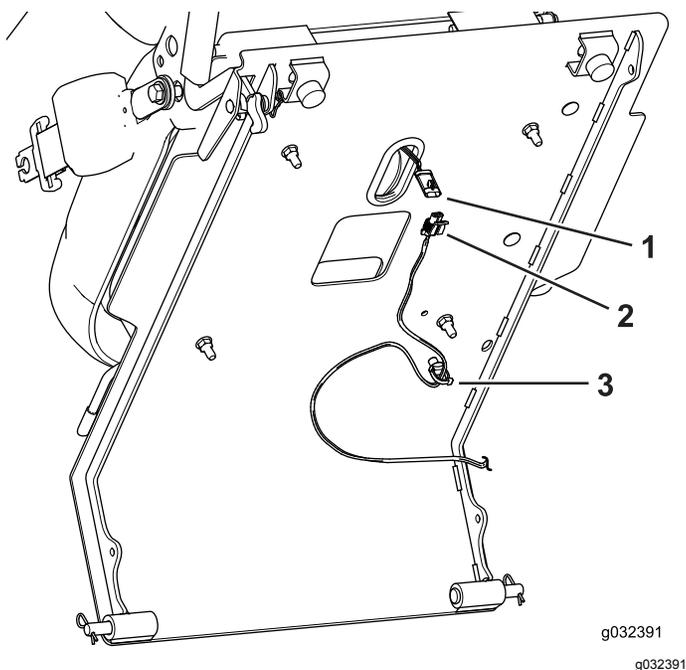

Figura 5
2. Scollegate l'interruttore del sedile sulla parte inferiore della piattaforma del sedile dal cablaggio preassemblato (Figura 5).
3. Rimuovete la clip per cavo dalla parte inferiore della piattaforma del sedile Figura 5.